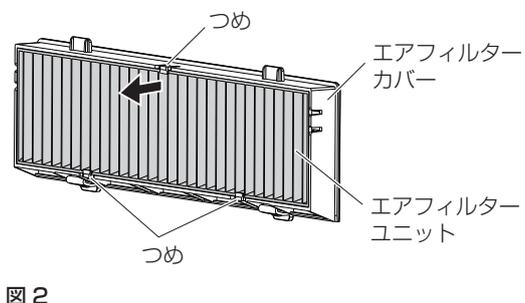

図 2
- エアフィルターユニットは 3 か所のつまめで固定されています。その内の 1 か所つまめがある側のひだをつまみ、エアフィルターカバーから取り出してください。(図 2)